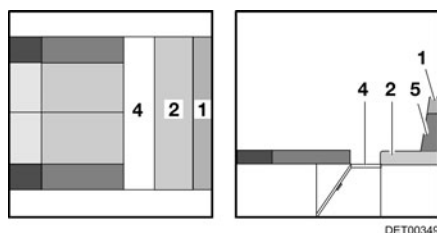
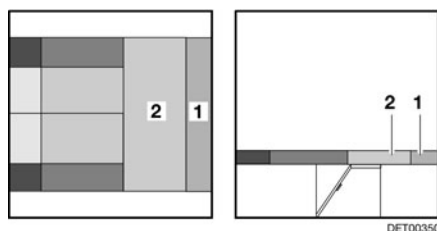

Fig. 89 Durante la transformación
Fig. 90 Después de la transformación
- Extraer el somier (Fig. 89,4).
- Tirar del cojín del asiento (Fig. 90,2) hacia el grupo de asientos central.
- Separar el cojín adicional (Fig. 90,1) del cojín del respaldo (Fig. 89,5). El cojín adicional está fijado al cojín del respaldo con cinta velcro y puede separarse fácilmente.